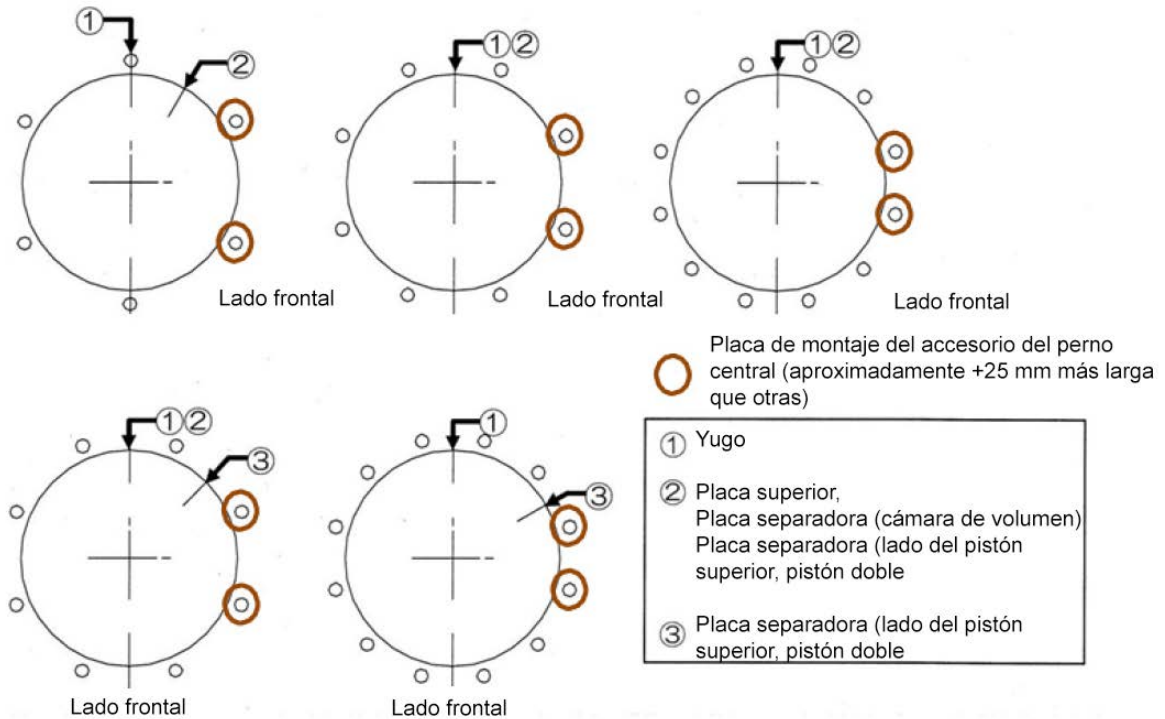

Figura 13 - Posicionamiento del perno central
7. Reemplace el tubo del cilindro (14) y la placa superior (17) con solo movimiento axial. Cubra la superficie interna del tubo del cilindro con grasa de silicona.
8. Asegúrese de que las posiciones de las conexiones de aire sean correctas. Inserte los pernos centrales en los orificios de la placa superior y el yugo. Monte las arandelas de resorte y las tuercas y apriételas ligeramente a mano. Monte las arandelas de resorte y las tuercas en la parte inferior del yugo a mano. Asegúrese de que la posición de los pernos centrales (aproximadamente +25 mm más largos que otros) para la placa de montaje de accesorios, si está equipada, cumpla con la Figura 13.